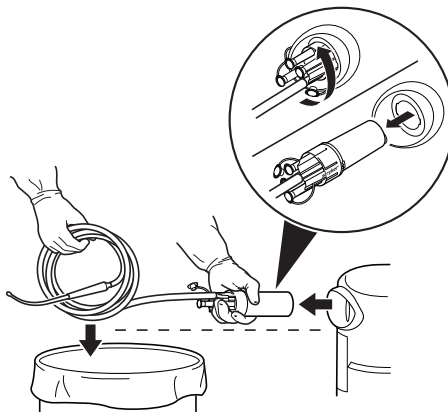

Figure 8 Retirer le collecteur et la tubulure
4. Faire tourner le collecteur jusqu'à ce qu'il soit déverrouillé, puis tirer le collecteur et la tubulure d'aspiration raccordée hors du logement, en maintenant toujours le collecteur à l'horizontale (Figure 8).